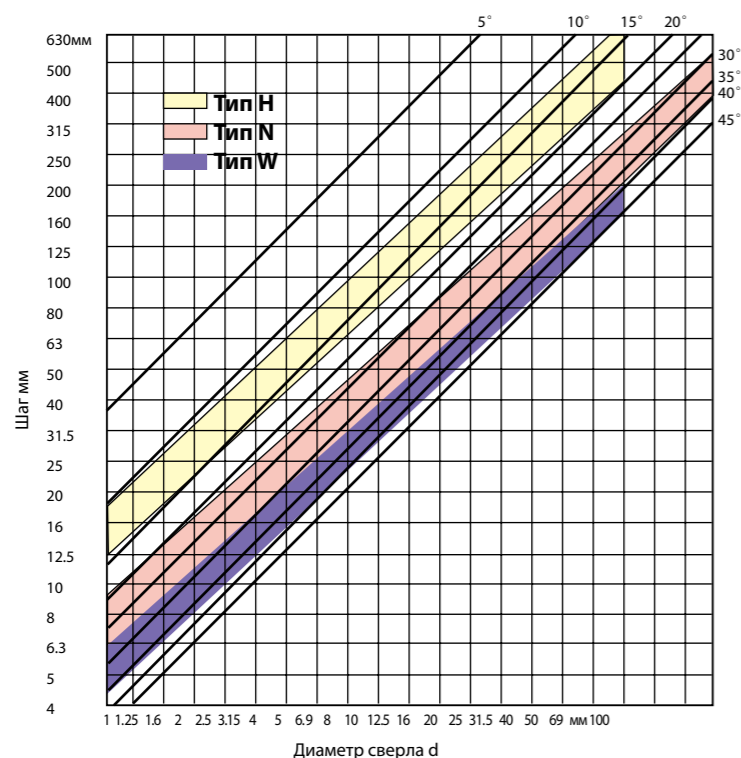

Рисунок 6. Боковой передний угол  $\chi_f$
**Точка замера :** У вершины сверла, см. Рис. 6.